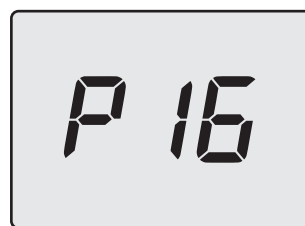

Figura 5.14
- Premere per 1 sec. il tasto 3 (Figura 5.10) per entrare nel parametro selezionato. Il display visualizzerà quanto segue (Figura 5.14).